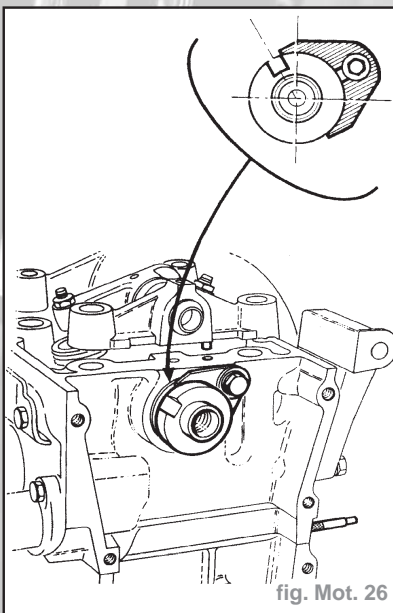

fig. Mot. 26
- Positionner l'arbre à cames du groupe A en bascule des culbuteurs du cylindre N°1 (position sur dessin ci-après) (fig. Mot. 26).